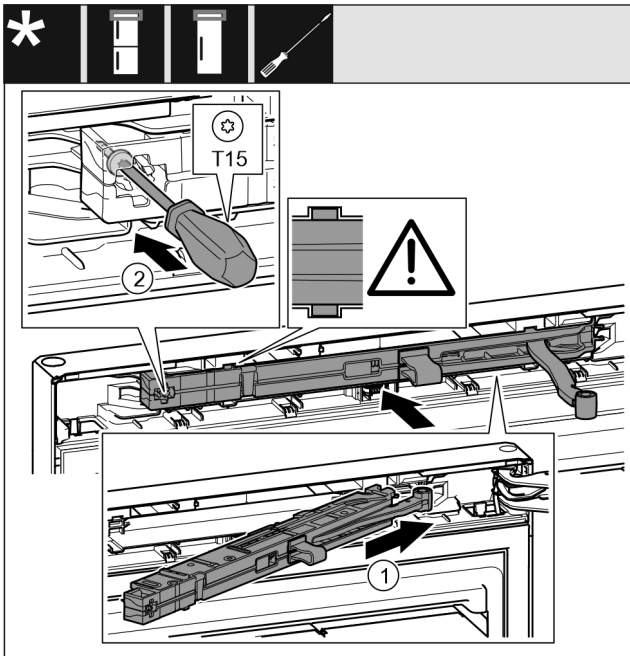

Fig. 47
- ▶ Schließdämpfereinheit auf der Lagerbockseite bis zum Anschlag schräg in die Aussparung einschieben. Fig. 47 (1)
- ▶ Schraube mit einem Schraubendreher T15 festschrauben. Fig. 47 (2)